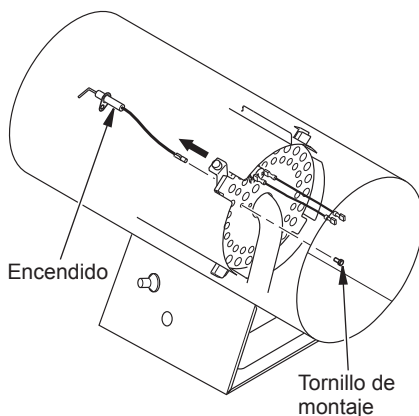

Figura 13 - Extracción del tornillo de montaje del encendido y el encendido
3. Quite de la cabeza posterior el tornillo de montaje del encendido utilizando un destornillador para tuercas o un destornillador convencional (consulte la figura 13).